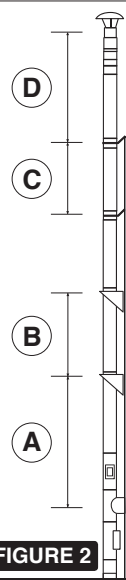

FIGURE 2
- 11 Selon la hauteur et le diamètre du conduit plusieurs supports muraux peuvent être nécessaires en plus de celui en pied de conduit (cf. prescriptions sur la DoP du TUBEST COAX et dans le tableau voir figure 2).
- 13 À partir de la fixation point 12-, on installera un élément droit ainsi que le terminal. Si un élément droit supplémentaire est nécessaire, il faut installer un collier de haubanage, au maximum à 2 m au-dessus de la dernière fixation ou un mât d'accompagnement pour assurer la stabilité du tronçon final (voir figure 2).